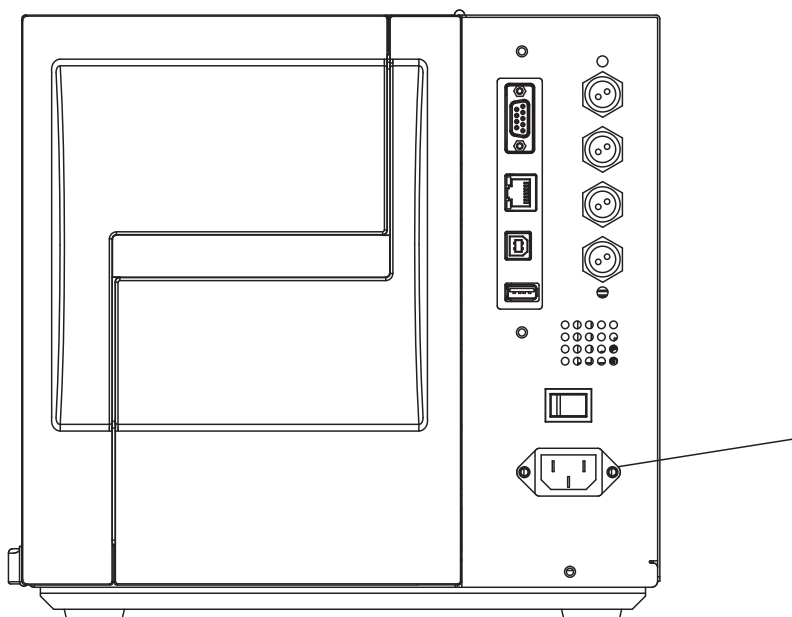

图4
- 2.如图4,把电源适配器插头插入打印机后部的电源插座内,如下图